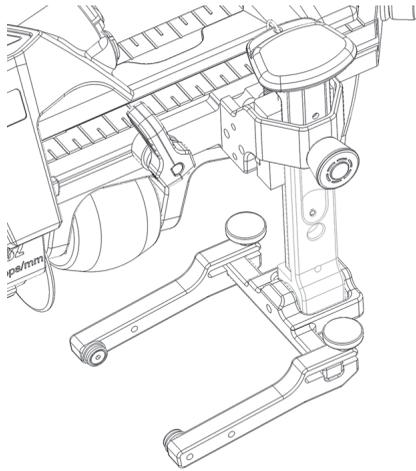

Figura 2-7 Supporto della sonda inserito nella fessura della rotaia
3. Premere saldamente il supporto della sonda nella fessura della rotaia, assicurandosi che il perno eccentrico rimanga allineato orizzontalmente (Figura 2-7 a pagina 45).